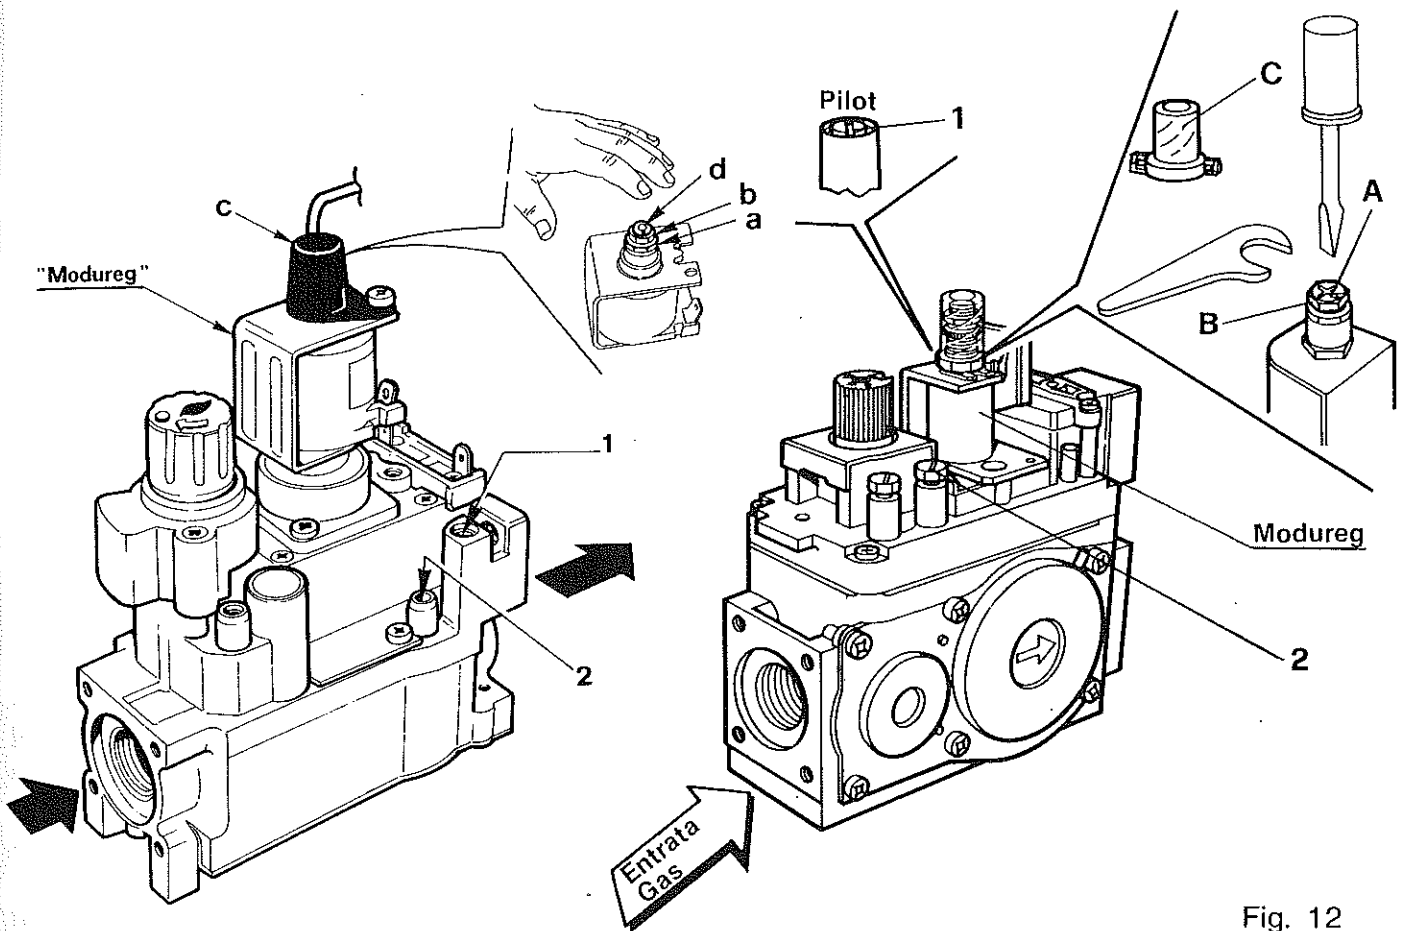

Fig. 12
5.02 Regolazione della pressione minima e massima (fig. 12)
La termocoppia deve essere libera da incrostazioni e la fiamma pilota la deve avvolgere correttamente (fig. 12).